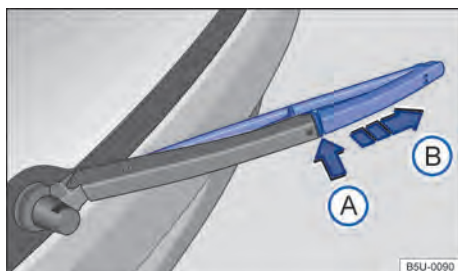

Fig. 177 Substituir a palheta do limpador do vidro traseiro.
- Manter a tecla de destravamento → Fig. 177 ❶ pressionada.
- Retirar a palheta do limpador do vidro traseiro no sentido da seta ❷.